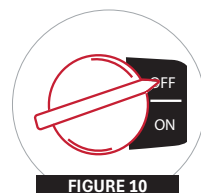

FIGURE 10
- MOVE THE CONTROL LEVER TO THE OFF POSITION;(FIGURE 10)